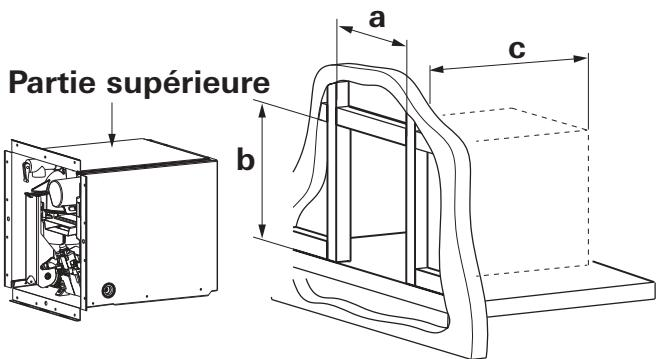

Fig. 13
- Assurez-vous que la bordure avant de l'ouverture est soutenue par un cadre solide afin de fixer fermement en place l'appareil. Au besoin, fabriquez un cadre approprié (Fig. 13) ayant les dimensions suivantes :